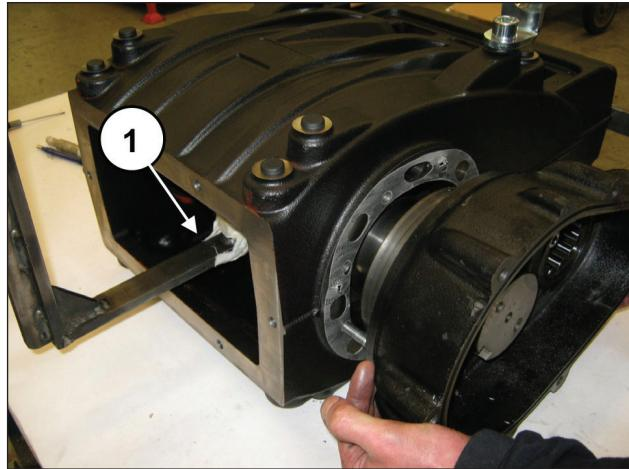

图 25
一边支撑着轴 · 一边拆除齿轮箱 · 以免损坏 (① · 图 25)。